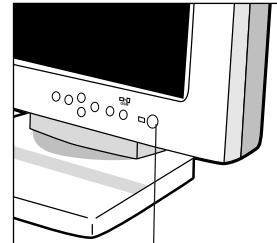

Figure E.1
5. Mettez le moniteur (**Figure E.1**) et l'ordinateur sous tension.